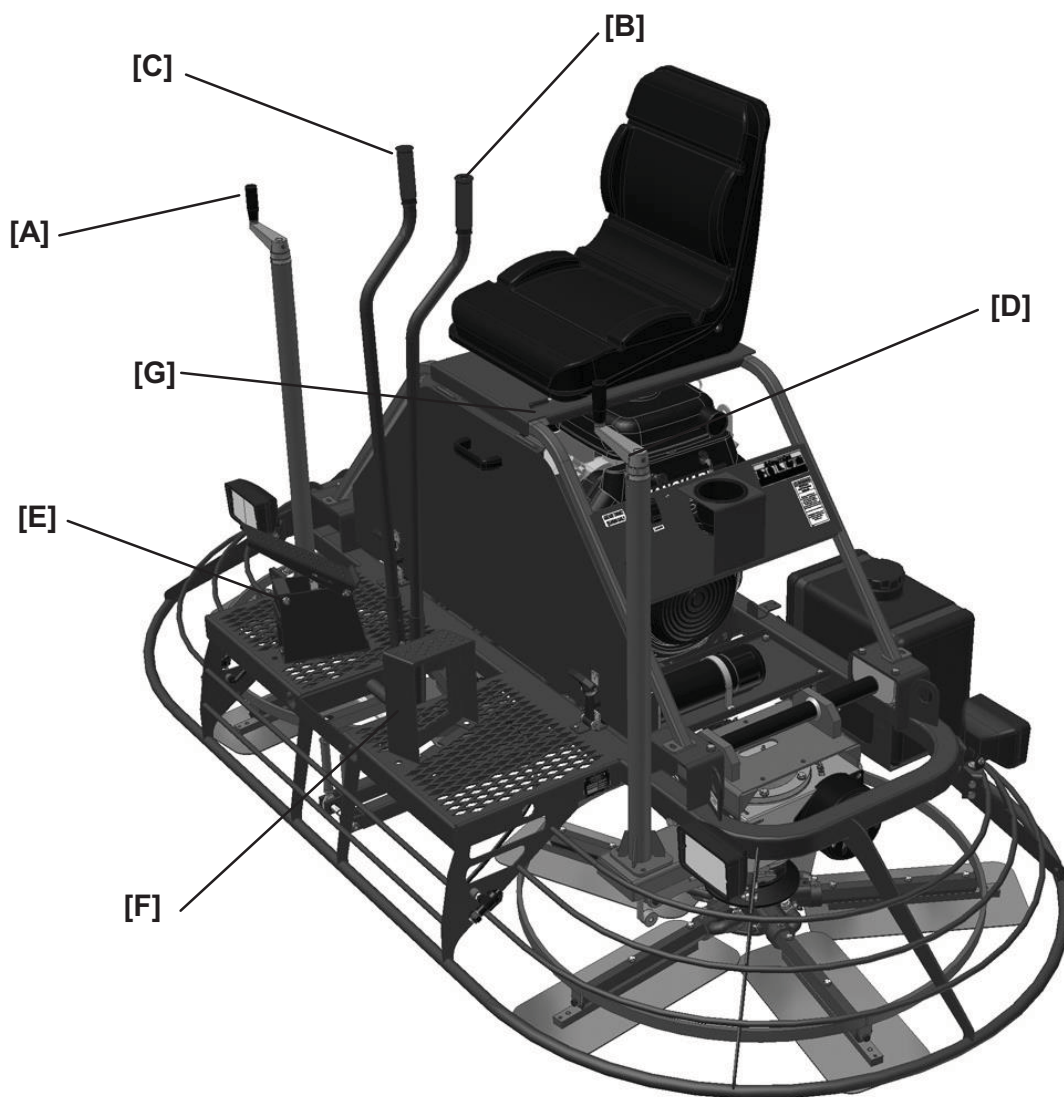

РИСУНОК 2.3.1
- 2) При нахождении оператора на сиденье машины следует ознакомить его с функцией рычагов [B] и [C] и обучить процедуре пуска. См. рис. 2.3.1.